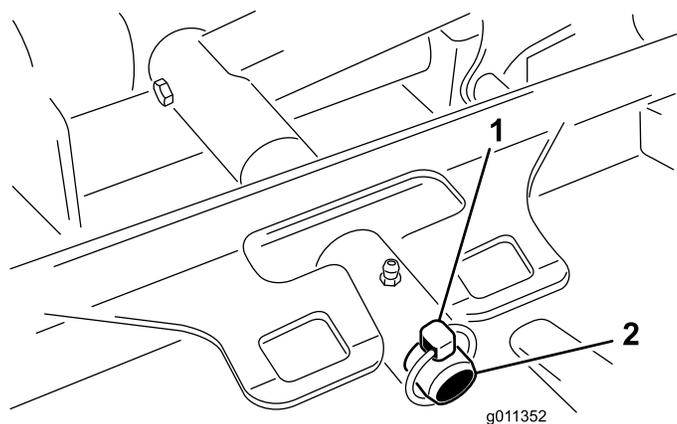

Рисунок 81
3. Снимите штифт с кольцом (на машинах Groundsmaster 4500) или крепежную гайку (на машинах Groundsmaster 4700), с помощью которых несущая рама режущего блока крепится к оси поворота подъемного рычага (Рисунок 81).
2. Наденьте несущую раму режущего блока на ось поворота подъемного рычага (**Рисунок 81**). Закрепите режущий блок на оси с помощью штифта с кольцом (на машинах Groundsmaster 4500) или крепежной гайки (на машинах Groundsmaster 4700).